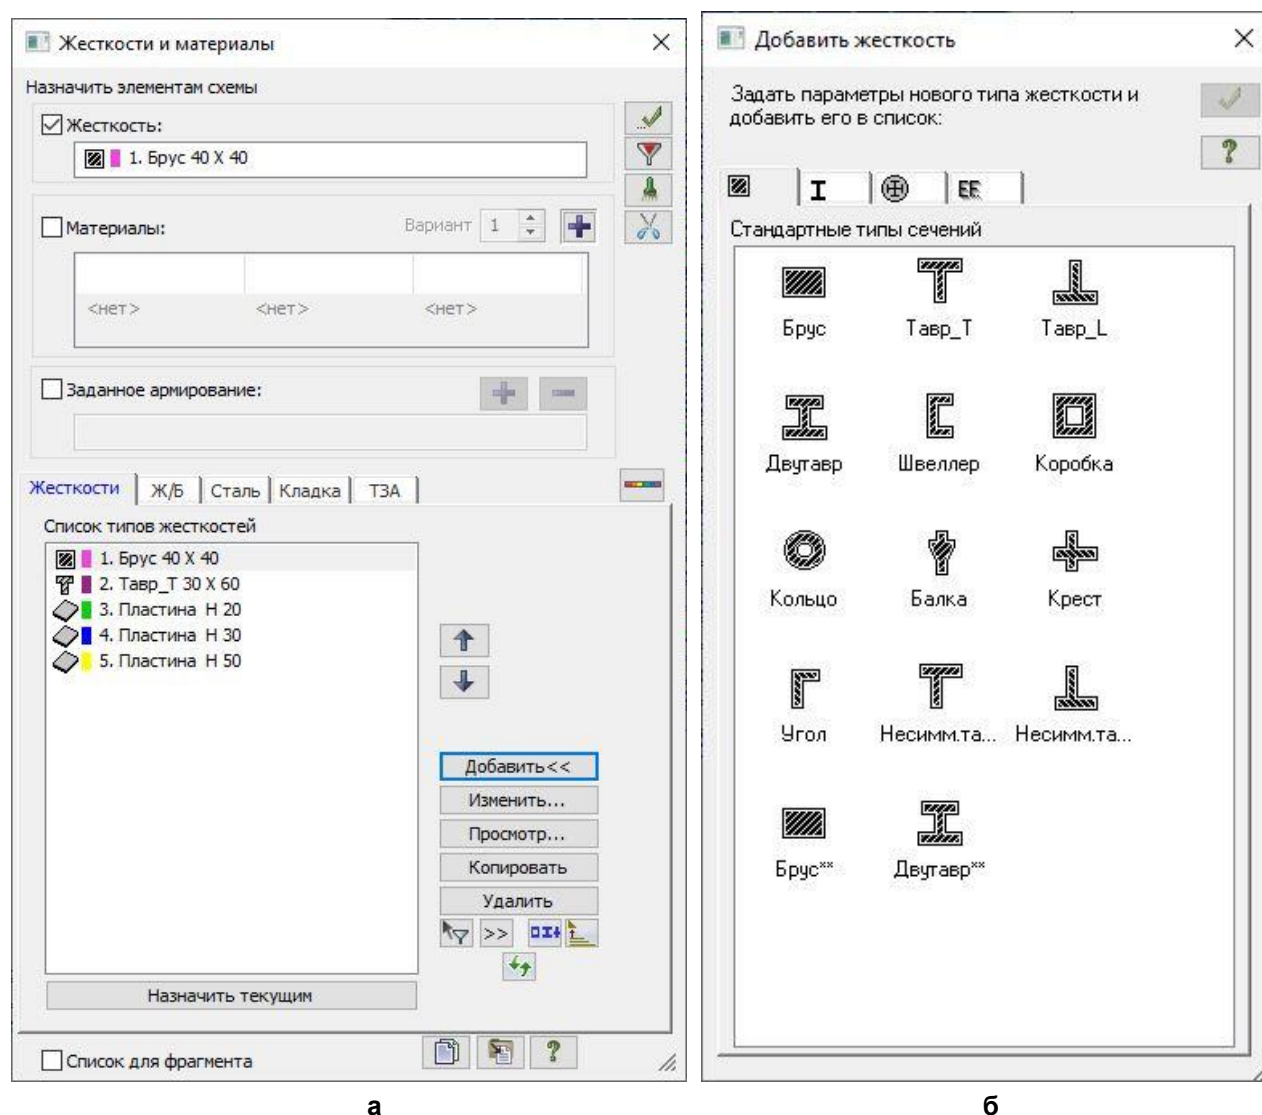

Рис.11.10. Диалоговые окна: а – Жесткости и материалы, б – Добавить жесткость
- Щелчком по кнопке  – **Жесткости и материалы элементов** (панель **Жесткости и связи** на вкладке **Создание и редактирование**) вызовите диалоговое окно **Жесткости и материалы** (рис.11.10,а).
- В этом окне щелчком по кнопке **Добавить** вызовите диалоговое окно **Добавить жесткость**, для того чтобы вывести список стандартных типов сечений (рис.11.10,б).